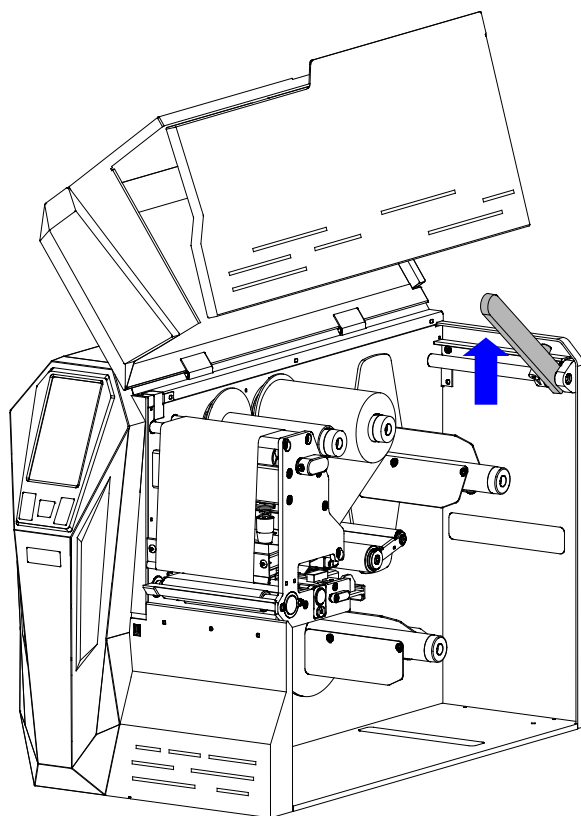

图 2-16 抬起纸卷挡臂
1. 拧松纸卷挡臂锁紧螺丝，移动纸卷挡臂至最右侧，然后向上抬起纸卷挡臂，如图 2-16 所示。